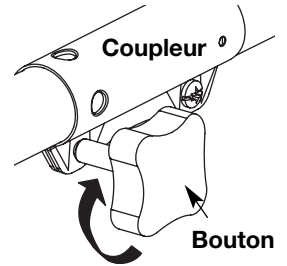

Fig. 4
4. Serrez le bouton en le tournant à droite (Fig. 4).